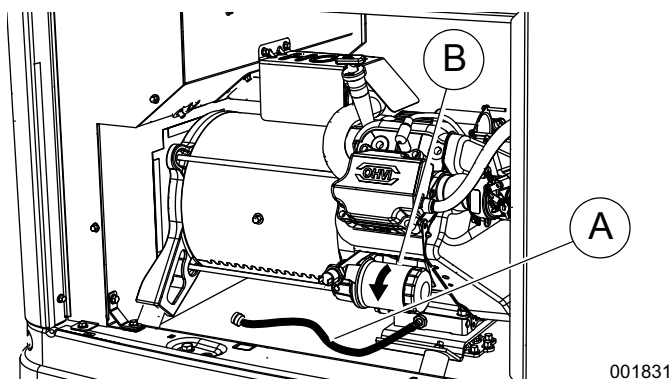
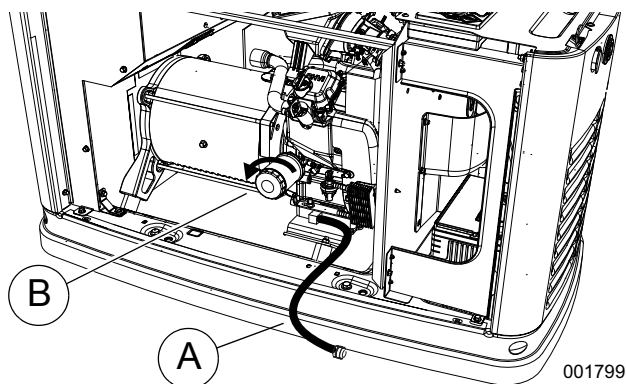

Figura 4-2. Ubicación del filtro y el vaciado de aceite (9 kW)
Figura 4-3. Ubicación del filtro y el vaciado de aceite (11-22 kW)
2. Vea la Figura 4-2 o la Figura 4-3. Pocos minutos después de que pare el motor, y cuando se haya enfriado levemente, levante la tapa y retire el panel delantero. Tire de la manguera de vaciado de aceite (A) para sacarla de su pinza retenedora. Retire la tapa de la manguera y vacíe el aceite en un recipiente adecuado.